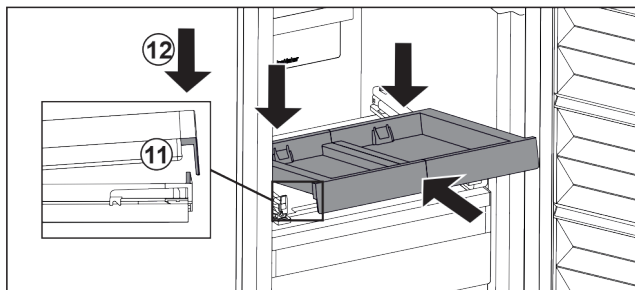

Fig. 37
- Šikmo zasuňte. Dbejte, aby byl na obou stranách doraz za západkou. Fig. 37 (11)
- Usadte vpředu vysouvací přihrádku. Fig. 37 (12)